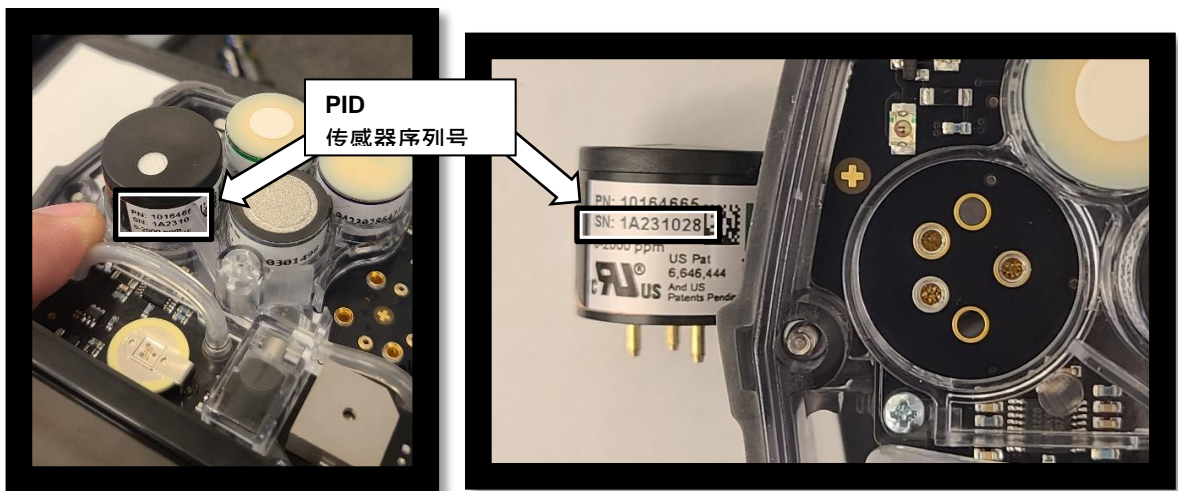

图 4：PID 传感器序列号识别
4. 欲查找 PID 传感器的日期代码，请参考传感器侧面 PID 传感器序列号的第 2、3 和 4 位数字。（图 4）